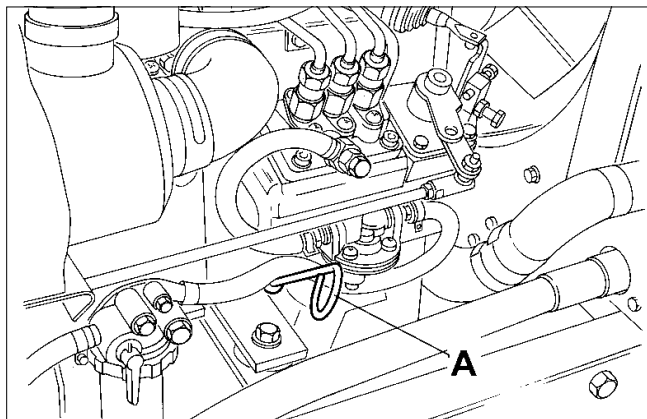
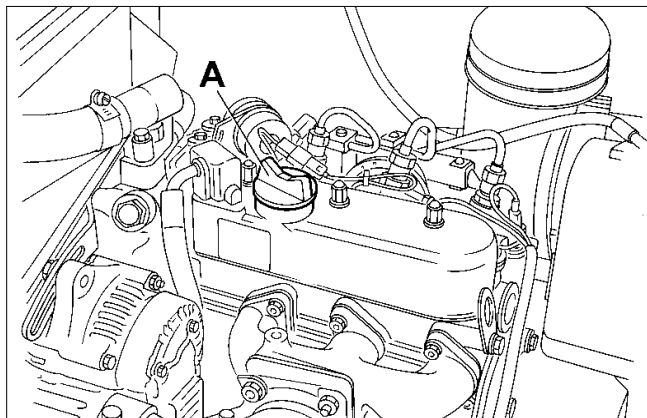

Fig.22
Fig.23
Remove dipstick (A Fig.22) and check that the oil is up to the correct level indicated. If necessary top up with fresh oil through the filler (A Fig.23) on top of the rocker box.
- Remove the filler cap (A Fig.23) and refill with fresh oil up to the maximum level on the dipstick (A Fig.22). Capacity 3.2 litres (5.6 Imp.pints) (6.7 US pints)
Estrarre l'astina (B Fig. 22) e controllare che l'olio sia al corretto livello indicato. Se necessario, aggiungere nuovo olio tramite il bocchettone di riempimento (A Fig. 23) situato sopra la scatola bilanciere.
- Togliere il tappo del bocchettone (A Fig. 23) ed inserire olio nuovo fino al livello massimo dell'astina (B Fig. 22). Capacità 3,2 litri.